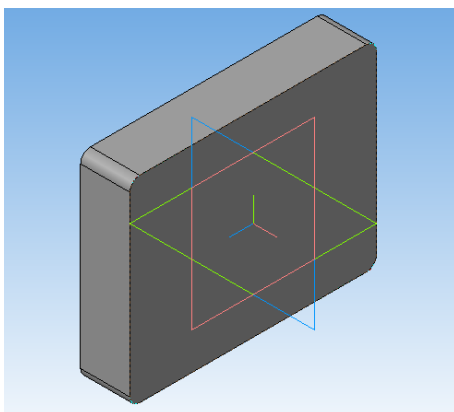

Рис. 3
6. Затем операцией **Выдавливание** , которая находится на панели **Редактирование детали** , достраиваем его до параллелепипеда, задав расстояние – **20 мм**. (рис. 3)